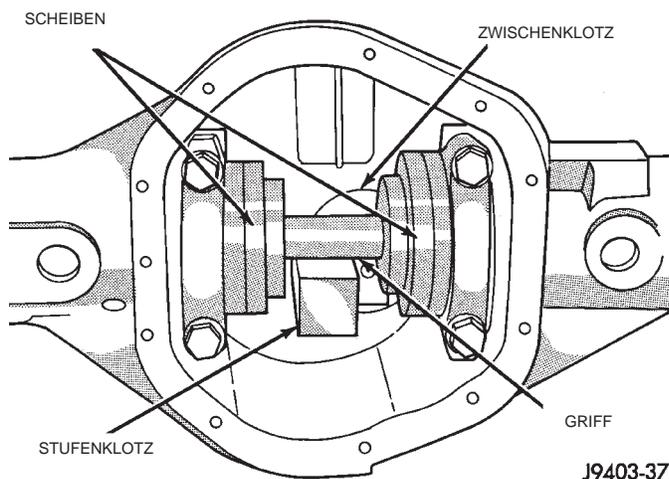

Abb. 59 Meßwerkzeuge im Gehäuse eingebaut
(4) Die Scheiben 6732 auf den Griff D-115-3 schieben und in den Bohrungen für die Differentiallager positionieren (Abb. 59). Die Lagerdeckel über den Scheiben anbauen und die Schrauben mit einem Anzugsmoment von 41 N·m (30 ft. lbs.) festziehen.